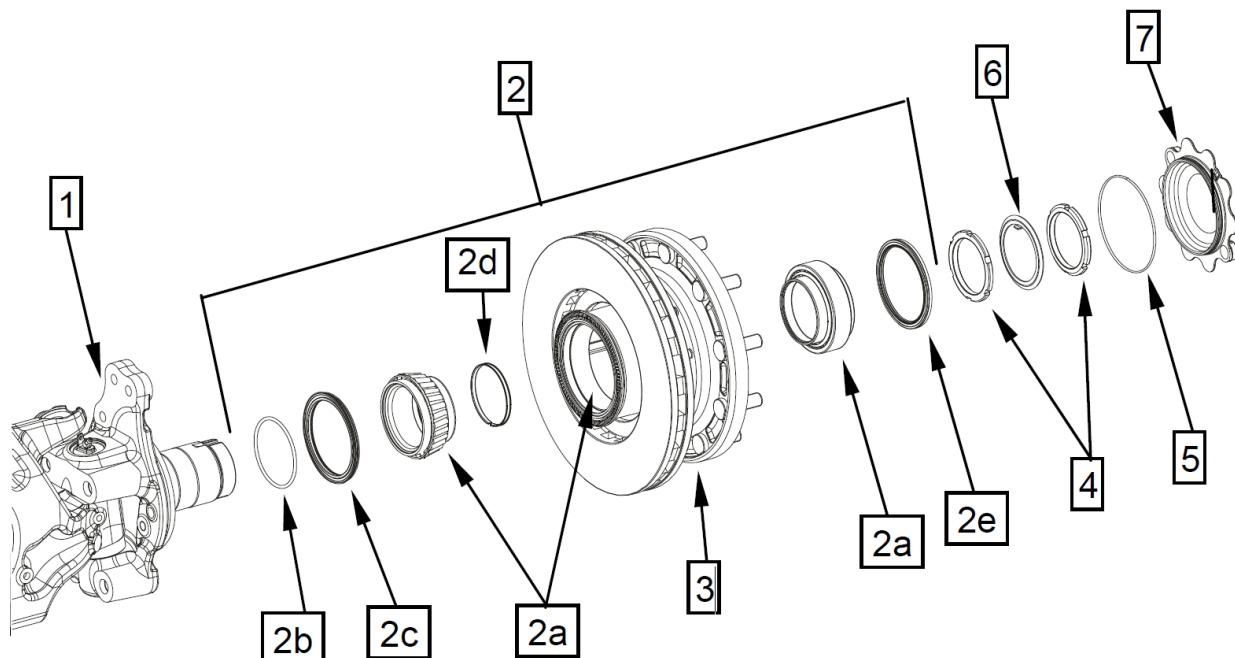

Рисунок 4.6.2 – Ступица переднего колеса
- 1) Разбирать ступицу (рис. 4.6.2) вместе с тормозным диском (3).